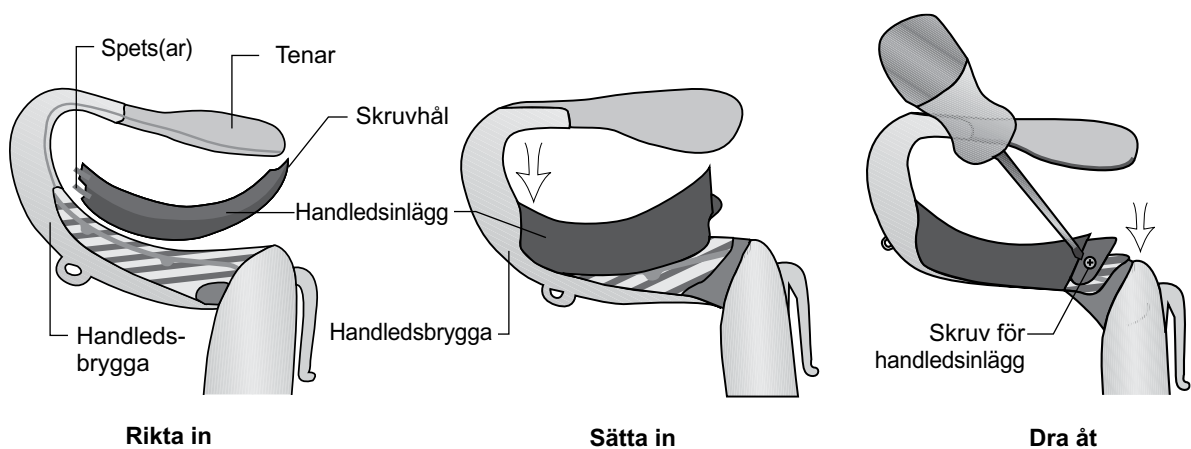

Bild 6-4: Rikta in handledsinlägget, sätta in handledsinlägget i handledsbryggan, dra åt skruven för handledsinlägget
3. Rikta in handledsinlägget över handledsbryggan. Handledsinläggets spetsar ska vara placerade distalt och skruvhålet proximalt. Se bild 6-4.
4. Sätt i handledsinläggets spetsar i handledsbryggan. Se bild 6-4. Se till att du inte skadar de elektroniska kretsarna i handledsbryggan.
6. Sätt i skruven för handledsinlägget i skruvhålen och dra åt skruven. Se bild 6-4.